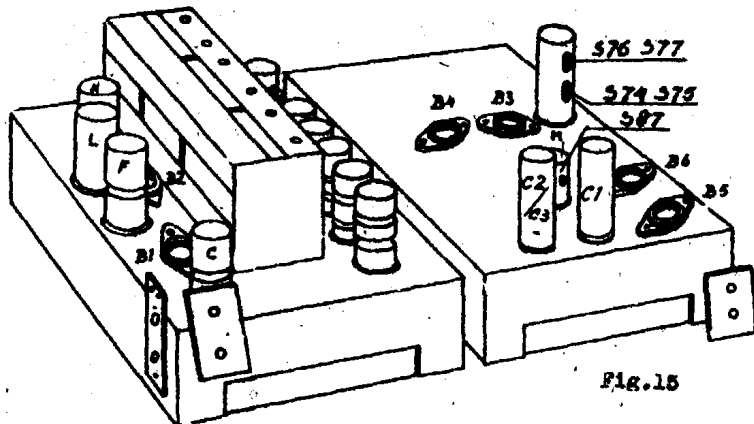

Fig.15
- Régler S76 - S77, S74 - S75, S70 - S87, S37 pour une puissance de sortie maximum. Voir Fig.15.